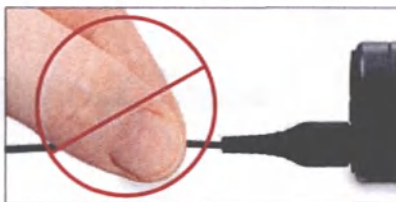

Рис. 9 Подключение SONNET соединительного кабеля к миниатюрному блоку элементов питания
5. Разместите SONNET блок процессора с подключенным SONNET соединительным кабелем на ухе и подключите другой конец SONNET соединительного кабеля к миниатюрному блоку элементов питания. Убедитесь в надлежащем расположении штекера и не допускайте чрезмерного давления на него при подключении кабеля (см. рис. 9).